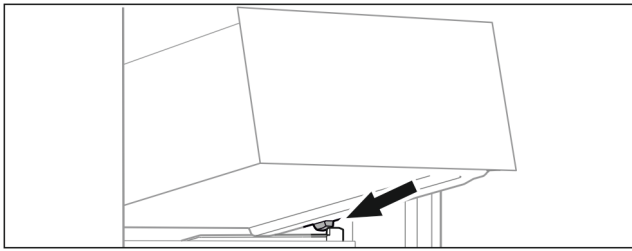

Fig. 82
- ▶ Поставете чекмеджето под ъгъл зад ограничителите върху реброто на съда. (виж Fig. 82)